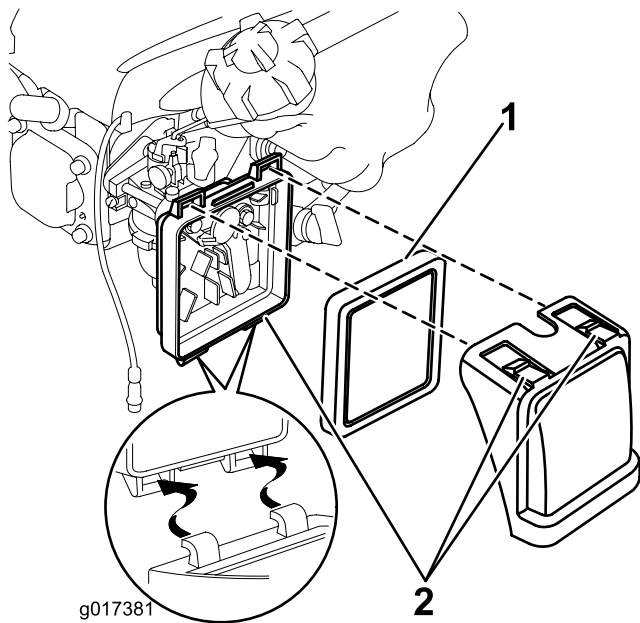

Figura 18
1. Premete sulle linguette di chiusura sul coperchio del filtro dell'aria (Figura 18).
2. Aprite il coperchio (Figura 18).
3. Rimuovete il filtro (Figura 18).
6. Inserite il filtro dell'aria nel corpo del filtro dell'aria (Figura 18).
7. Montate il coperchio (Figura 18).